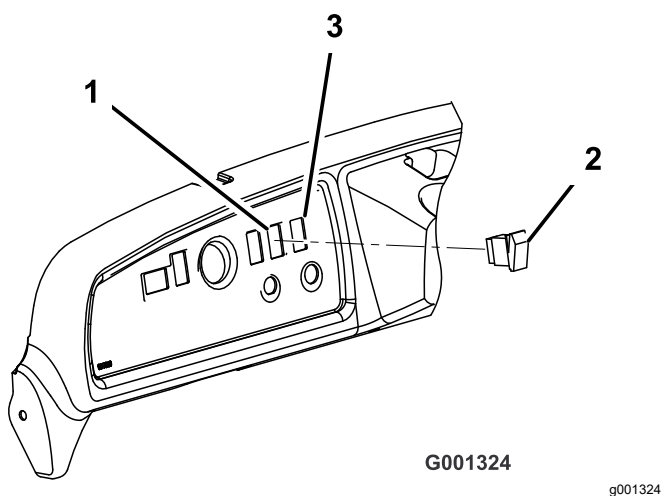

Рисунок 7
2. Снимите заглушку, расположенную на приборной панели справа от рулевой колонки и над пусковым переключателем (Рисунок 7).
5. Нажмите верхнюю часть переключателя подъема платформы, чтобы выдвинуть привод (Рисунок 7).
6. Совместите верхнюю часть переключателя с положением «12 часов» и вставьте переключатель подъема платформы в отверстие приборной панели (Рисунок 7).